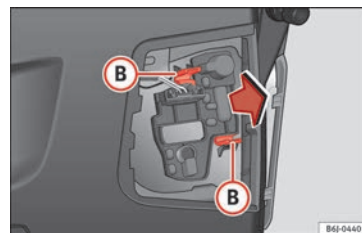

Bild 114 Demontera lamphållaren.
- Demontera lamphållaren genom att trycka på fästclipsen **(B)** » **bild 114** och dra utåt.